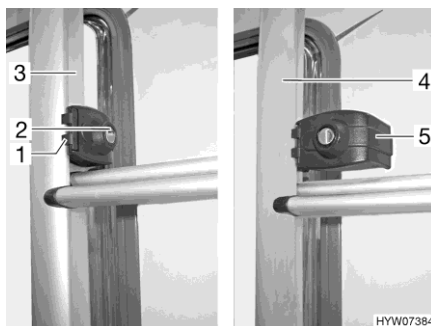

Bild 2 Lås (bakre steg)
- Stick in nyckeln i låscylindern (Bild 2,2) på låset till den bakre stegen (Bild 2,1) och vrid nyckeln ett kvarts varv så att nyckeln sitter lodrätt.
- Håll fast den fällbara delen på den bakre stegen (Bild 2,4) och sväng ut låsbygeln (Bild 2,5).
- Stick in nyckeln i låscylindern (Bild 2,2) på låset till den bakre stegen (Bild 2,1).
- Sväng in låsbygeln (Bild 2,5) runt röret på den bakre stegens (Bild 2,3) fasta del.